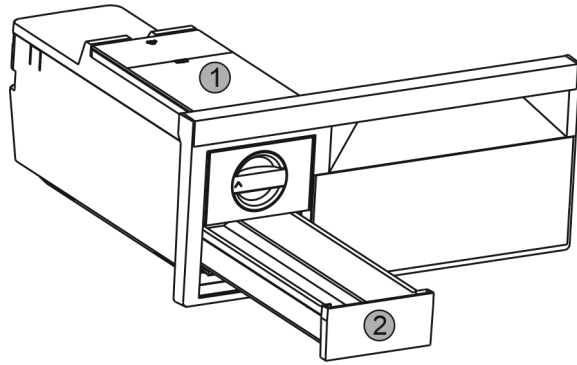

Fig. 49
- Enlever le réservoir d'eau Fig. 49 (1) et le tiroir à glaçons Fig. 49 (2).